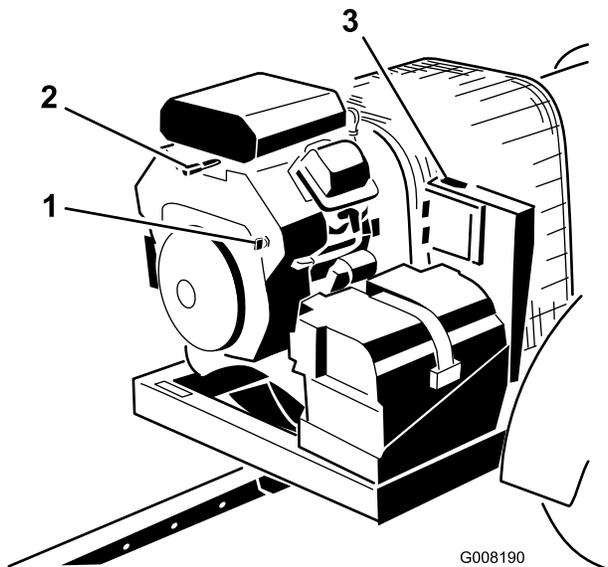

Figura 13
3. Gire la llave de contacto a la posición de Arranque y suéltela rápidamente a la posición de Conectado. Esto "despierta" el receptor (Figura 13).
- Si va a abandonar la máquina, gire la llave a la posición de Desconectado y retírela del motor (Figura 13).